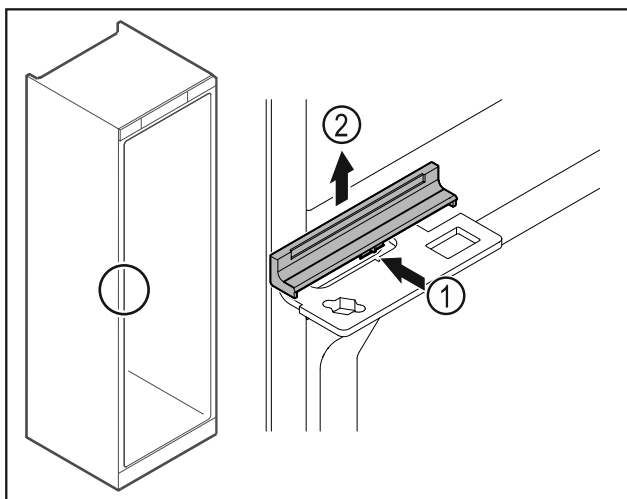

Fig. 43
- Zľahka zatlačte kryt Fig. 43 (1) v strede a odoberte ho nahor Fig. 43 (2).